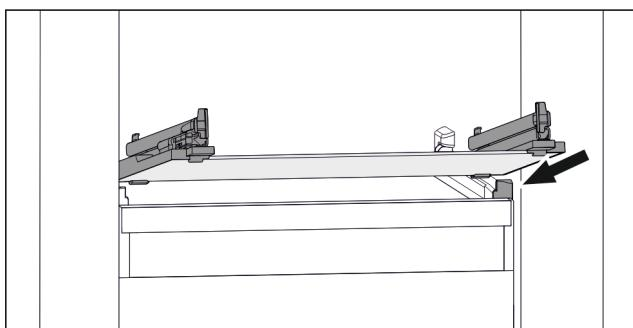

Fig. 119 Приблизне відображення скляної пластини
- Встановити скляну пластину за стопорами навскоси. (див. Fig. 119)